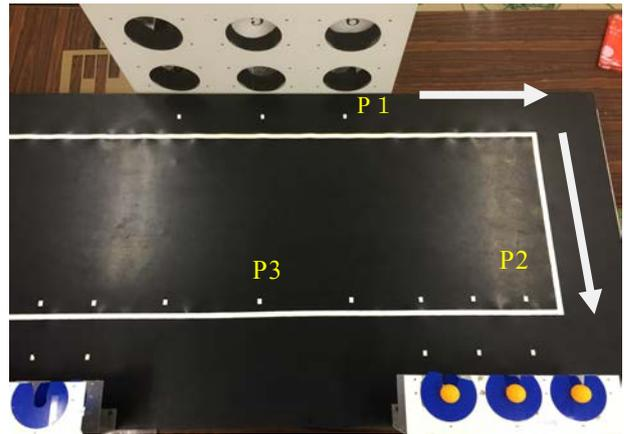

図 7 ロボットの動作
- ①競技開始後、運営サーバより配信された的のデータを中継用 PC が受信し、ロボットへ無線通信で送信する。
- ②ロボット初期位置(P1)から設置台(P2)の位置へライントレースしながら移動する(図 7)。
- ③設置台(P2)で止まり、アームを使いピンポン球を回収、そのままピンポン球を発射部に装填する。
- ④③の状態からの的の正面 (P3)まで移動し、発射台の角度を調整し、発射する。
- ⑤発射後、次のピンポン®球を取るために設置台前まで移動する。
- ⑥④⑤を繰り返す